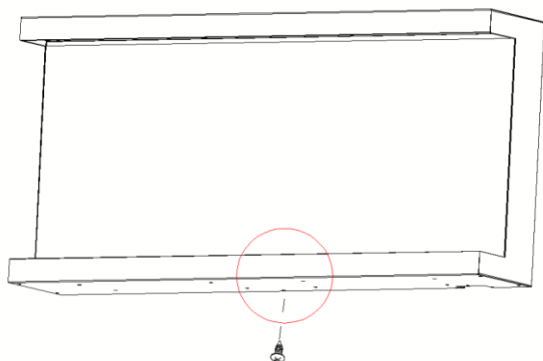

Fig 1-1
A. Togliere la vite d'argento nella parte inferiore dell'apparecchio. (**Fig 1-1**).